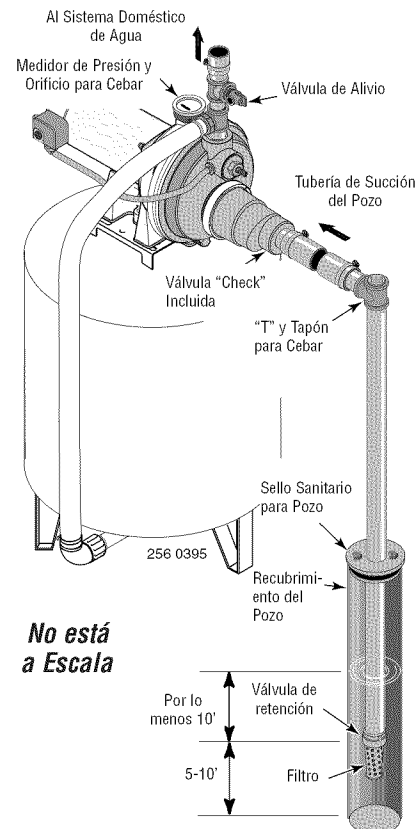

Figura 6: Instalación de Pozo Recubierto
INSTALACION DE POZO RECUBIERTO CON UN RECUBRIMIENTO DE 2" O MAS (Figura 6)
4. Instale la válvula de retención, el filtro y la tubería del pozo (vea la Figura 6). Asegúrese que la válvula de retención funcione libremente.
6. Instale una "T" para cebar, tapón para cebado y la tubería de succión a la bomba (vea la Figura 6). Conecte la tubería del pozo al orificio de succión de la bomba; utilice el menor número de conexiones posible - especialmente codos - ya que las conexiones incrementan la fricción en la tubería. La tubería de succión debe ser por lo menos del mismo tamaño que el orificio de succión en la bomba. Utilice cinta de teflón o un compuesto a base de teflón especial para juntas de tuberías. Soporte la tubería para que no haya inclinaciones verticales o hundimientos en ella a fin de que no ejerza tensión sobre el cuerpo